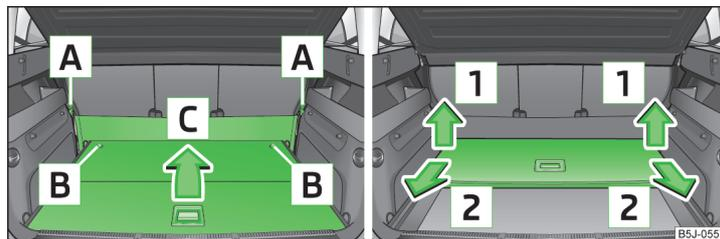

Fig. 69 Plegar / retirar el suelo de carga variable
- Desenganchar los lazos A » fig. 69 de la pared separadora elástica de sus puntos de sujeción.
- Desbloquear el suelo de carga variable girando los pernos de seguridad B » fig. 69 hacia la derecha, aprox. 180°.